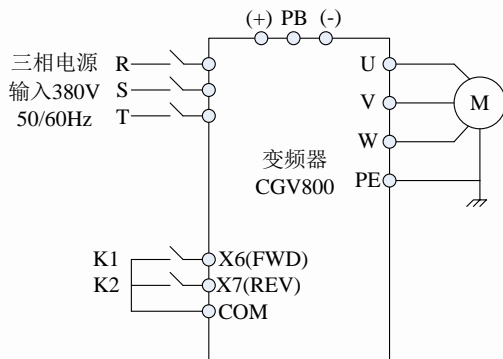

图4-12 基本运行配线图
(1) 按图4-12配线，检查接线正确后，合上MCCB开关，变频器上电；
(2) 按MENU/ESC键，进入编程菜单；